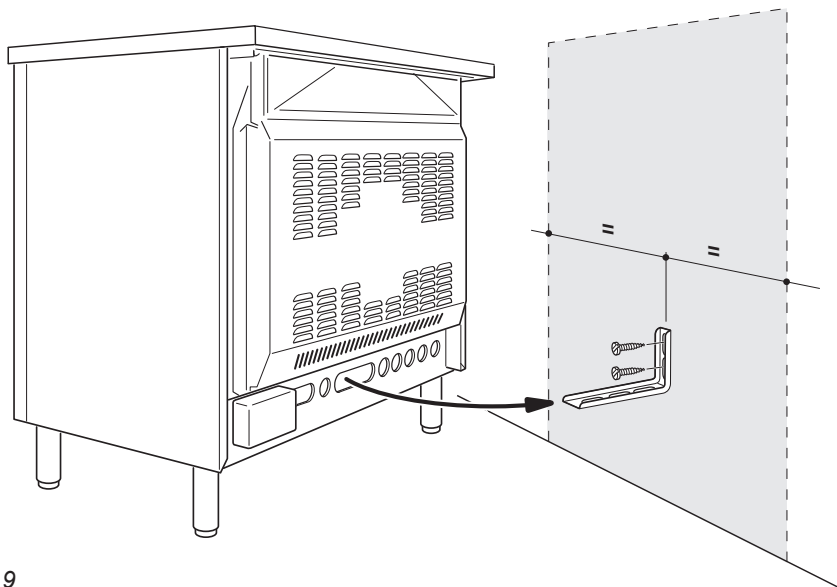

Fig. 1.9
4. Avvicinare la cucina alla parete e regolare l'altezza della staffa antiribaltamento in modo che possa inserirsi nella fessura sul retro della cucina, come mostrato in fig. 1.9.